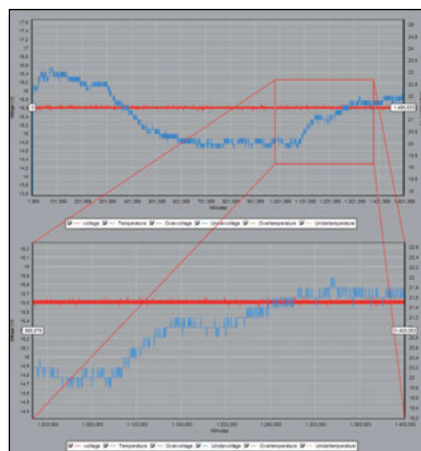

Figure 19: Exemple de zoom avant
Étape 7b. Outre le "Panneau de navigation dans le graphique", il est aussi possible de naviguer dans le graphique avec la souris. Si vous glissez du haut à gauche vers le bas à droite de la zone à inspecter - en appuyant le bouton gauche de la souris - vous effectuerez un zoom avant sur la zone sélectionnée. Vous pouvez effectuer un zoom arrière en glissant du bas à droite vers le haut à gauche - en appuyant le bouton gauche de la souris - ou en cliquant sur le bouton "Zoom arrière". La figure 19 montre un exemple de zoom avant.